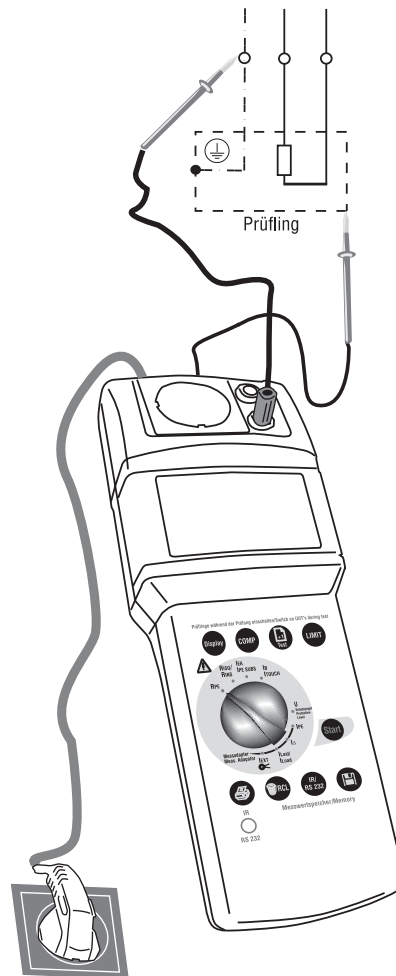

Bild 6.3:
- 5) Bei Geräten ohne Netzstecker verbinden Sie den PE-Anschluss des Prüflings mit der blauen Buchse 'PE' (5) siehe Bild 6.3.